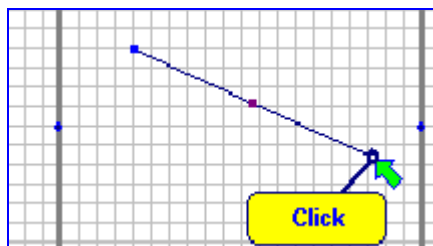

Рис.3.5
- Полное нажатие в новой точке (рис. 3.5)